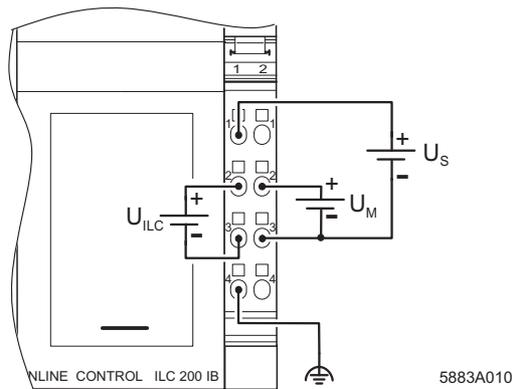

Bild 6 Anschlussbeispiel
1. Sie können die Segmentspannung an den Klemmpunkten 1.1 und 2.3 (GND) separat einspeisen (siehe Bild 6).